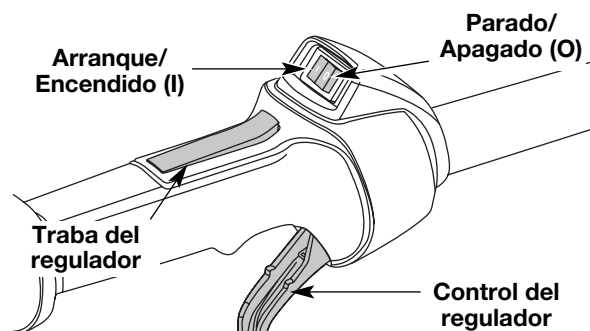

Fig. 19
NOTA: No hay necesidad de encender la unidad. El Control de Parada Encendido/Apagado (On/Off) está en la posición Encendido (ON) (I), en todo momento (Fig. 19).
- Oprima y mantenga oprimido el control de encendido y apagado en la posición de **APAGADO** (O) hasta que el motor se detenga por completo (Fig. 19).